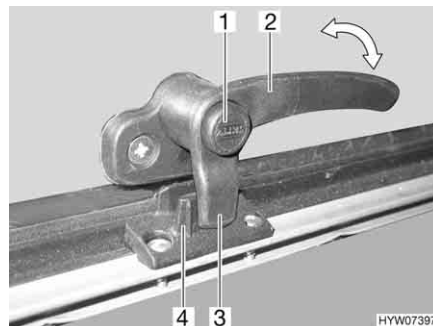
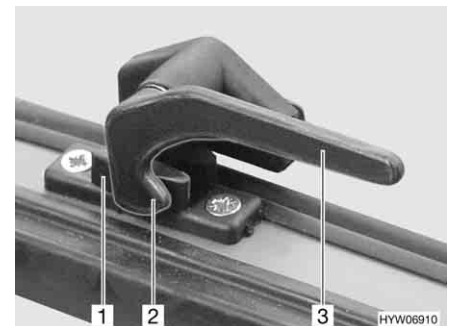

Bild 97 Låsarm med låsknapp i läget "stängd"
Bild 98 Låsarm i läget "stängd"
- Tryck på låsknappen (Bild 97,1) om sådan finns och håll den nedtryckt.
- Vrid alla låsarmar (Bild 97,2 eller Bild 98,3) ett kvarts varv mot luckans mitt.
- Vrid alla låsarmar (Bild 97,2 eller Bild 98,3) ett kvarts varv mot ramen. Låsspaken (Bild 97,3 eller Bild 98,2) sitter på insidan av lucklåset (Bild 97,4 eller Bild 98,1).
- I läget "helt stängt" (Bild 97 och Bild 98)